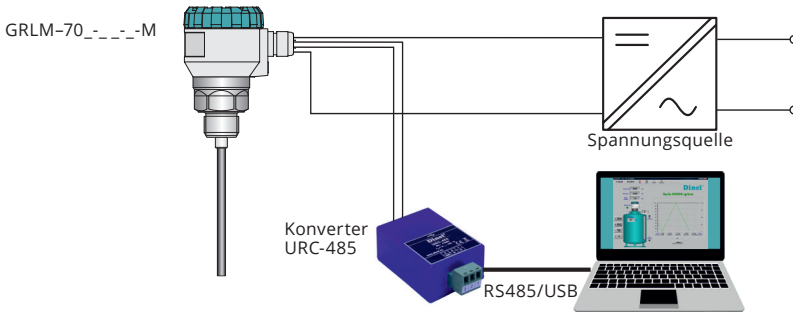

Abb. 29: Anschluss der Peripherie-Geräte mit Modbus®-Protokoll
Eine universelle Kommunikationsschnittstelle für die Kommunikation der Peripherie-Geräte mit dem Füllstandsmesser. Die Datenkommunikation erfolgt über serielle Leitung im Standard RS-485 und mit dem Modbus RTU-Protokoll. Die Liste der jeweiligen Variablen ist einem separaten Anhang zu entnehmen. Zur Einstellung des Füllstandsmessers und Erfassung der gemessenen Daten kann die Software-Anwendung „Basic SCADA level“ verwendet werden, die auf der Webseite www.dinel.cz frei verfügbar ist. Der Anschluss zum Peripherie-Gerät kann über Konverter URC-485 erfolgen, siehe Abb. 29.
1. Die Verbindungsstelle der Elektrode und Elektrodenhalterung (siehe Abb. 29 und 30) mit einer Heißluftpistole auf ca. 120–150 °C (bzw. 220–250 °C bei Hochtemperaturversion) erwärmen.